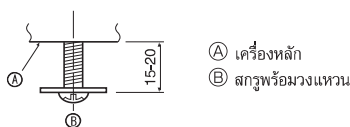

Fig. 9-5
9.3.1. การเตรียม (Fig. 9-5)
- ติดสกรูพร้อมวงแหวน ② ที่มีให้มาเข้ากับเครื่องหลัก (ตรงบริเวณที่สารทำความเย็นตรงมุมและมุมตรงข้าม) ตามที่แสดงในภาพ